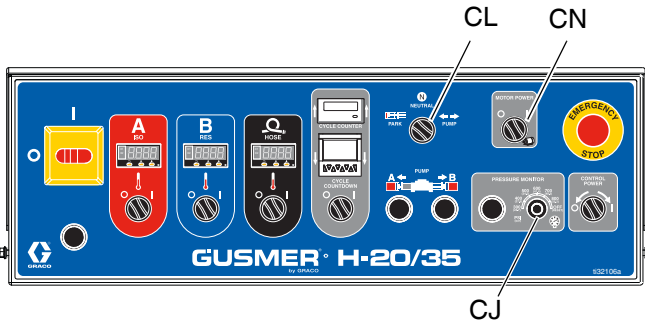

FIG. 39
9. Gire la perilla del monitor de presión (CJ) hasta la posición OFF. Consulte FIG. 39.
- Arranque el motor hidráulico girando el interruptor de alimentación del motor (CN). Ponga después el interruptor de control de la bomba (CL) en PUMP (bomba).